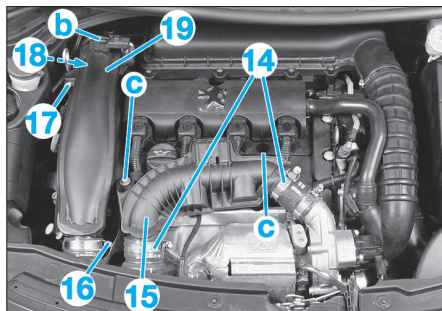

Fig. 67
- le carter de protection de batterie (7),
- la fixation (8) du raccord d'entrée d'air,
- la plaque de maintien (9) du raccord d'entrée d'air (10),
- les raccords d'entrée d'air (10), (11), (12),
- la cuve de filtre à air (13).
- Déconnecter le connecteur du capteur de température et pression d'alimentation en "b" (Fig.67).